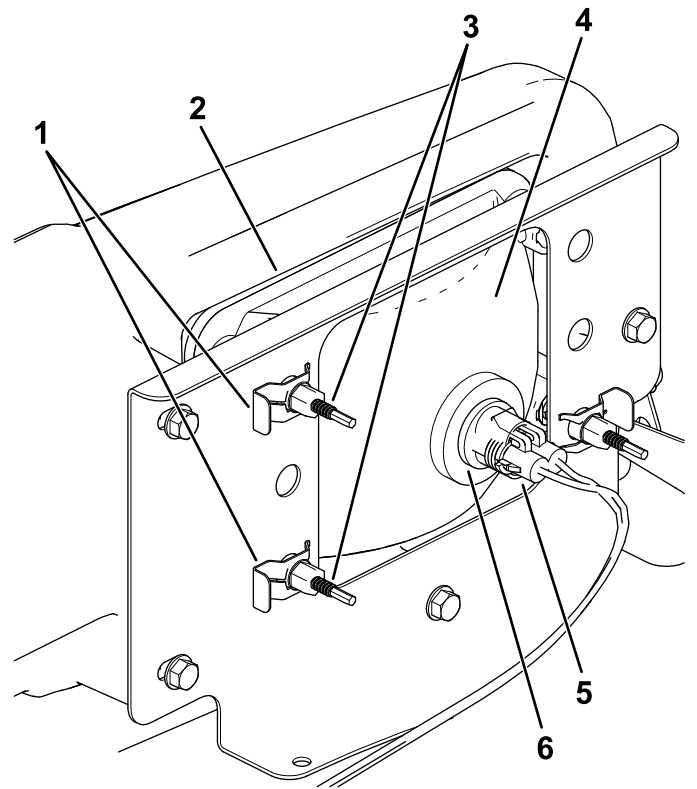

Figura 50
3. Scollegate il connettore elettrico del cablaggio dal connettore del gruppo luci (Figura 50).
4. Togliete i fermagli che tengono bloccato il faro anteriore sulla relativa staffa (Figura 50).
5. Rimuovete il gruppo faro anteriore spostandolo in avanti attraverso l'apertura nel paraurti anteriore (Figura 50).
6. Montate il nuovo faro anteriore attraverso l'apertura nel paraurti (Figura 50).
8. Collegate il connettore elettrico del cablaggio al connettore del nuovo gruppo luci (Figura 50).
5. Sul retro del gruppo faro, ruotate le viti di regolazione (Figura 50) per ruotare il gruppo faro e allineare la posizione di getto del fascio.